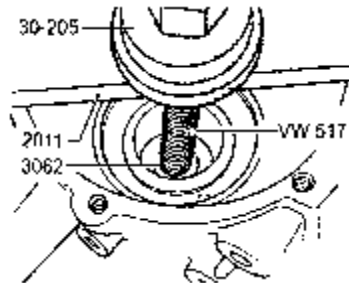

图 7-175 锥形滚柱轴承外圈的安装
(3) 将锥形滚柱轴承外圈压入变速箱壳体内，如图 7-175 所示。